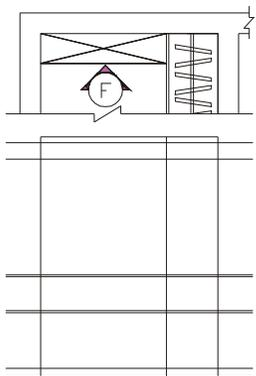
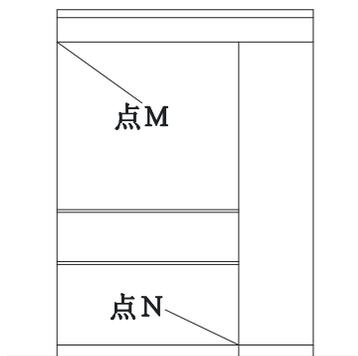
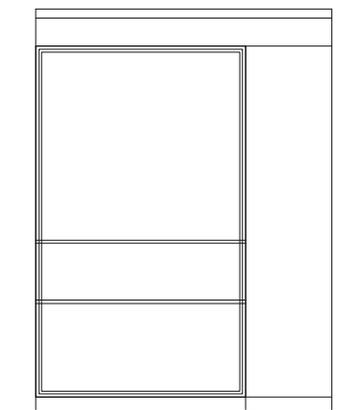

图 8-1-68
图 8-1-69
图 8-1-70
**STEP 02** 使用偏移命令 OFFSET，将如图 8-1-67 所示中的直线 l 分别依次向上偏移 100、650、25、395、20、1350、195，如图 8-1-68 所示。
**STEP 03** 使用修剪命令 TRIM，将如图 8-1-68 所示的线段进行修剪如图 8-1-69 所示。
**STEP 04** 使用绘制矩形命令 RECTANG 以图 8-1-69 所示的点 M 和点 N 为对角点绘制一个矩形，并使用偏移命令 OFFSET 将该矩形分别依次向内偏移 22、18，如图 8-1-70 所示，其具体操作步骤如下：
// 按 F3 键打开捕捉功能，单击如图 8-1-69 所示的点 M
// 单击如图 8-1-69 所示的点 N